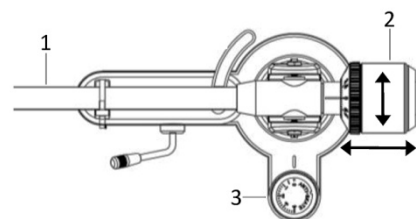

рис.3
Разметка должна быть спереди. Противовес используется для установки правильной прижимной силы картриджа (рис.3).
5. Поставьте анти-скейтинг (3) на «0» (рис.3).
6. Двигайте, поворачивая, противовес (2) (рис. 3) вперед или назад пока не достигнете горизонтального баланса.